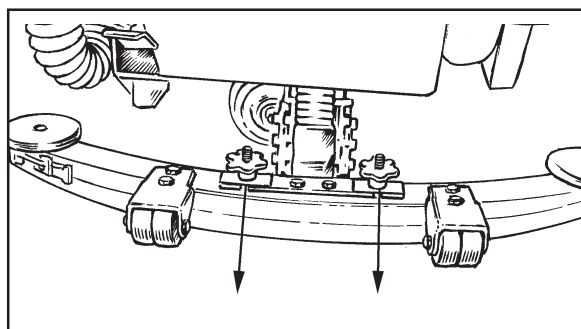

Figure 37
1. Desserrez les deux manettes de fixation de l'ensemble du suceur puis déposez celui-ci. Voir figure 37.